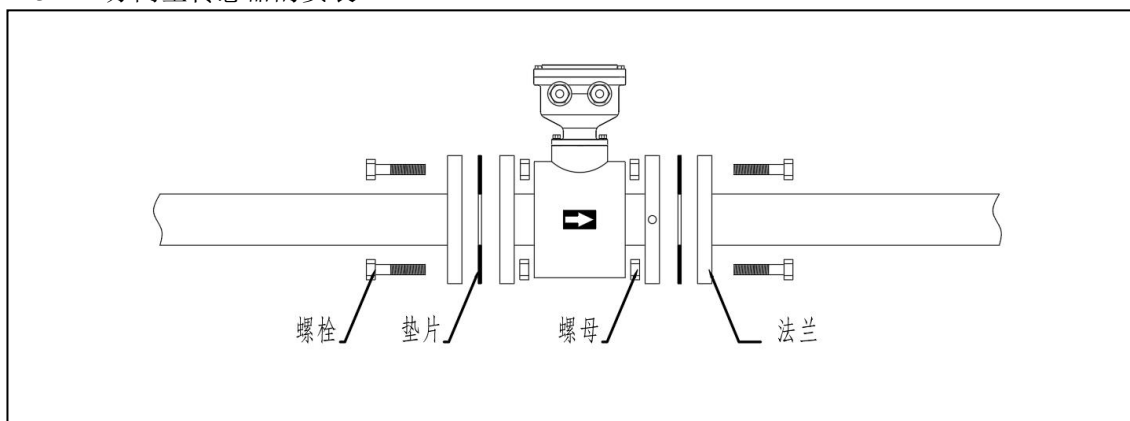

图 4.3.2 分离式传感器的安装
- 2) 如图 4.3.2 所示，螺栓从管道法兰一侧插入，另一侧用螺母固定，并拧紧。